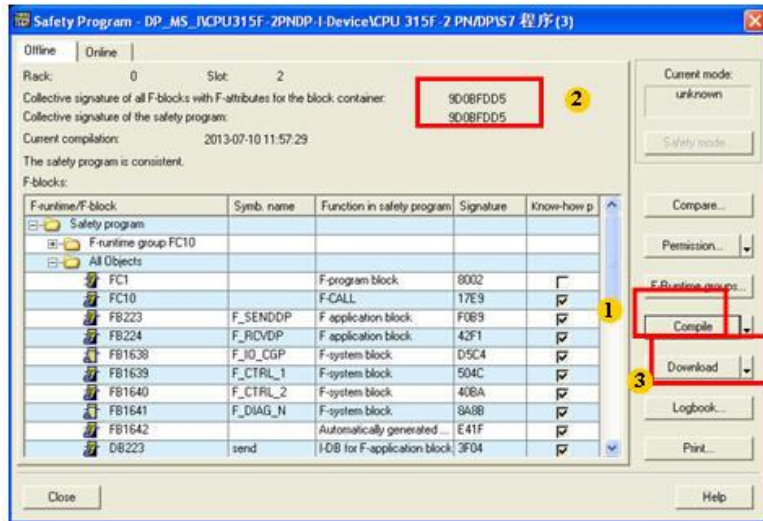

图 2-27 安全程序编译和下载
8) 安全认证签名, 1.编译 2.符号代码 3.下载到 PLC 内, 如图 2-27